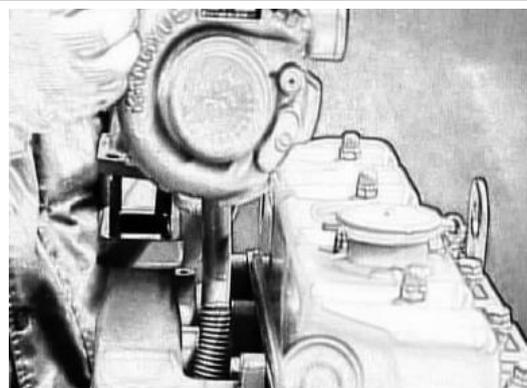

Fig 5-29 Turbocharger Installation
3.2.1 Встановіть турбокомпресор на випускний колектор, поставте прокладку в потрібному місці та затягніть болти (див. рис. 5-29).